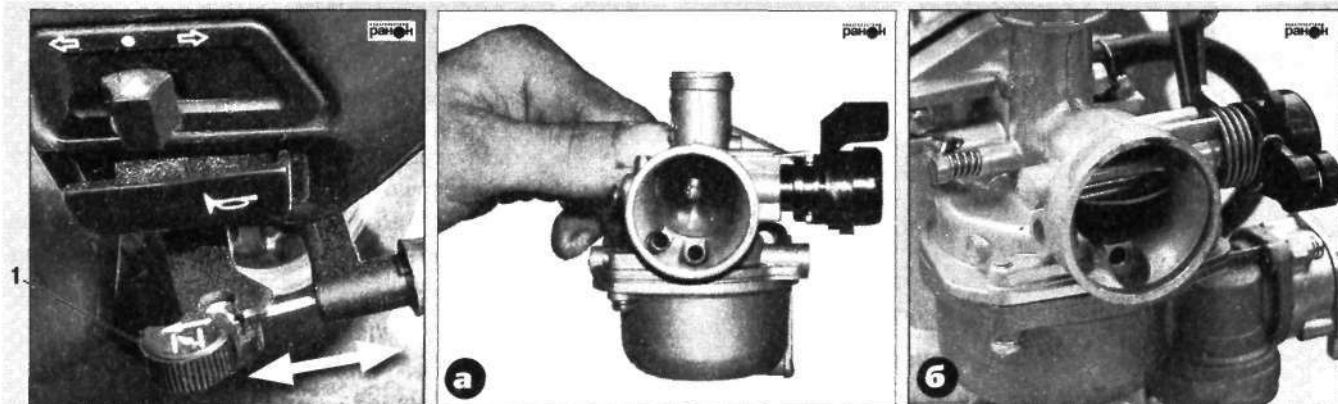

Рис. 14. Положения воздушной заслонки карбюратора: а – заслонка открыта; б – заслонка закрыта; 1 – переключатель воздушной заслонки карбюратора
- установить переключатель воздушной заслонки карбюратора в крайнее левое положение (рис. 14);